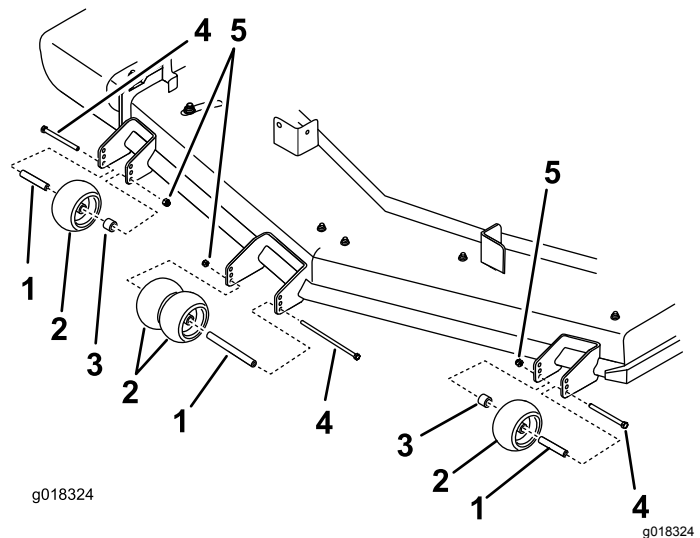

Figure 22
4. Veillez à monter les entretoises et les bagues (Figure 22).